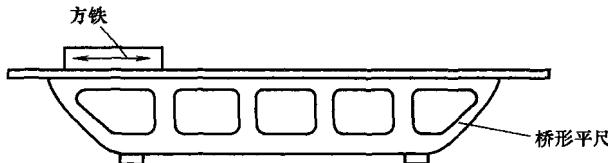

图 1-18 桥形平尺
- 3)  $1000\text{mm}$  以上的桥形平尺，又没有大型平板和长的标准平尺时，可采用短的方铁进行，如图 1-18 所示。首先在平尺表面涂上一层薄薄的红丹粉，方铁在平尺表面来回配研进行铲刮。直到平尺表面的接触点均匀分布为止。用水平仪进行测量，保证其直线度和扭曲度合格。